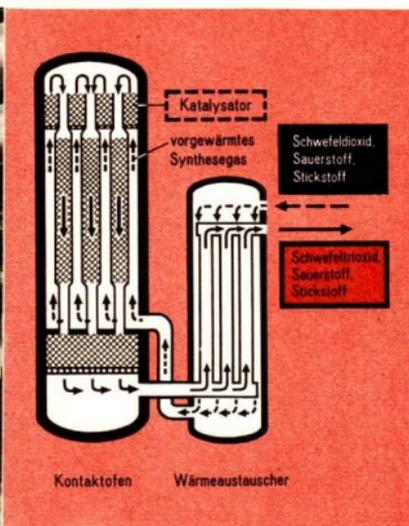

Abb. 44 Kontaktofen mit Wärmeaustauscher
Da die Lage des chemischen Gleichgewichts stark temperaturabhängig ist und eine Temperaturerhöhung sich infolge des exothermen Verlaufs der Schwefeltrioxidbildung auf die Ausbeute an Schwefeltrioxid ungünstig auswirkt, muß die Temperatur von 420 °C ständig konstant gehalten werden. Der Kontaktofen ist daher mit einem Wärmeaustauscher verbunden (Abb. 44). Der **Wärmeaustausch** erfolgt durch stofflichen und thermischen Gegenstrom. Das Gasgemisch der Ausgangsstoffe Schwefeldioxid, Sauerstoff und Stickstoff der Luft wird im Wärmeaustauscher vorgewärmt. Im Kontaktofen strömt es von unten nach oben an den Röhren, die mit Kontakt gefüllt sind, vorbei und gelangt im oberen Teil des Ofens mit dem in Horden angeordneten Kontakt in Berührung. Dort setzt sich ein Teil des Gasgemisches zu Schwefeltrioxid um. Anschließend strömt das Gasgemisch durch die Kontaktröhre in der Richtung von oben nach unten. Das chemische Gleichgewicht stellt sich erneut ein, wobei weiteres Schwefeltrioxid entsteht. Die Röhre werden durch neu einströmendes
- ① Erklären Sie an Hand von Abbildung 44 den Wärmeaustausch im Kontaktofen, und vergleichen Sie ihn mit dem Wärmeaustausch im Ammoniak-Synthesefen!
- ② Begründen Sie, warum man die Temperatur im Kontaktofen durch Luftzufuhr steuern kann!
- ③ Was versteht man unter kontinuierlicher Arbeitsweise?
- ④ Begründen Sie, warum man das Schwefeltrioxid nicht in Wasser löst!
- ⑤ Was bedeutet 20%ige Schwefelsäure?
- ⑥ Erläutern Sie den Gesamtprozeß der technischen Herstellung von Schwefelsäure!